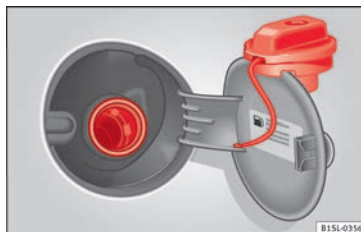

Fig. 39 Tapa del depósito abierta con el tapón enganchado en ella.
- Extraiga el tapón del depósito girándolo en sentido contrario a las agujas del reloj y sujételo en la parte superior de la tapa del depósito » **fig. 39.**